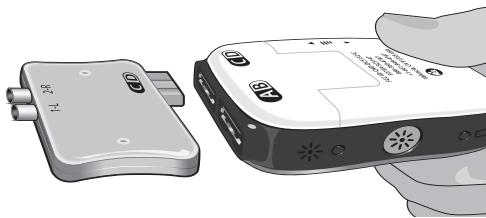

Figura 8: ligação do adaptador ETS ao estimulador externo de avaliação 2
3. Ligue o Adaptador ETS à tomada do estimulador externo de avaliação identificada 2 como "CD" (Figura 8).